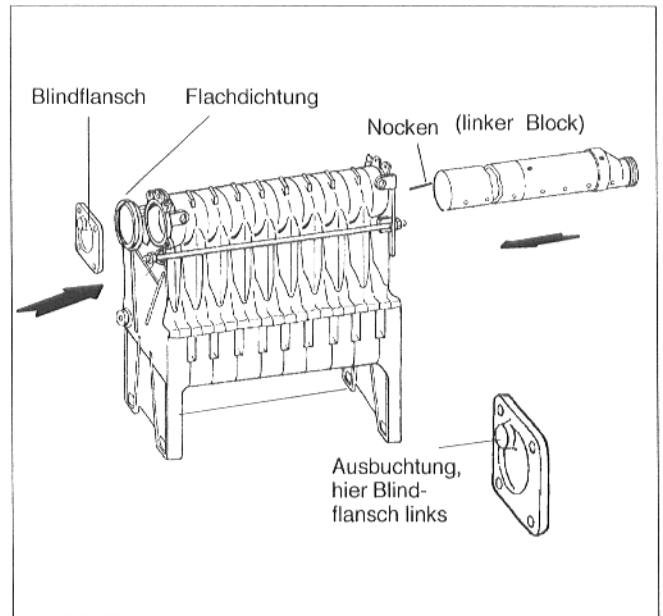

Abb.6c
- Einspeiserohrendteil (hinten zu mit Nocken) in die obere Nabe teilweise einschieben und mit dem nächsten Verlängerungsteil verschrauben (M5, Abb. 6c).